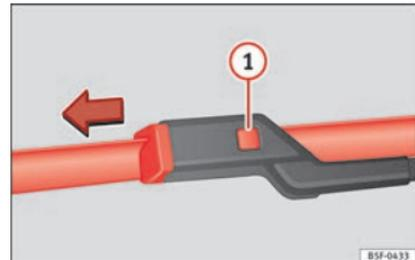

Abb. 82 Scheibenwischerblätter vorne auswechseln.
- Die Entriegelungstaste »» **Abb. 82 1** gedrückt halten und gleichzeitig das Scheibenwischerblatt vorsichtig in Pfeilrichtung abziehen.